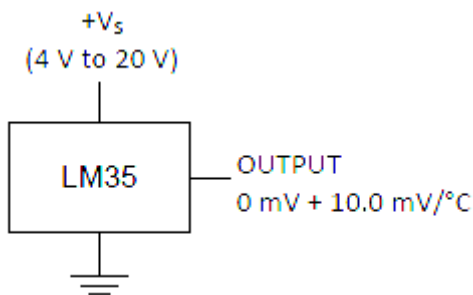

Figura 2. Polarización del IC LM35
- a) Construya el circuito de la Figura 2 empleando  $V=5V$  cd y **una corriente limitada** (máximo 20mA).
- f) Calcule las temperaturas empleando los voltajes medidos y la ecuación lineal de salida mostrada en la Figura 2. Complete la tabla 4.